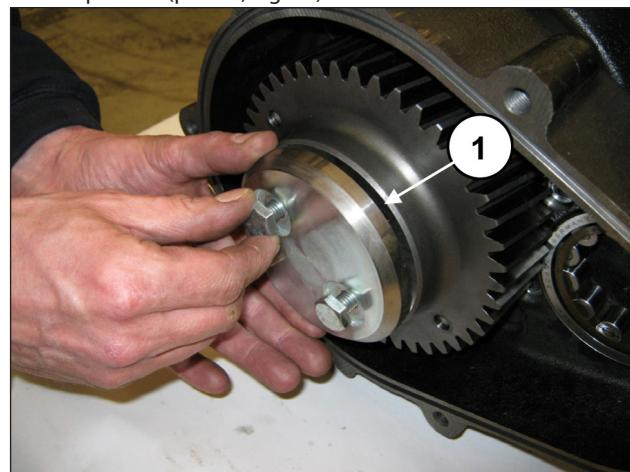

Fig. 78
Fijar el tope de la corona (pos. ①, Fig. 78) utilizando los 2 tornillos M10x25.